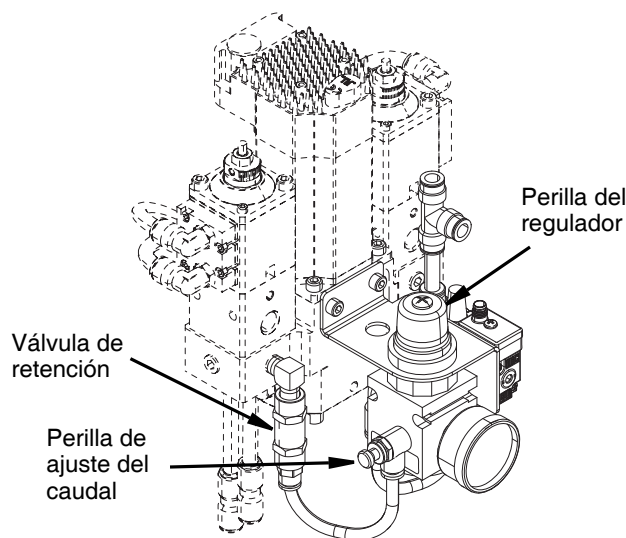

FIG. 17
2. Ajuste el caudal girando la perilla de ajuste de caudal hacia la derecha para aumentar el flujo o hacia la izquierda para disminuir el flujo. Ver FIG. 17.